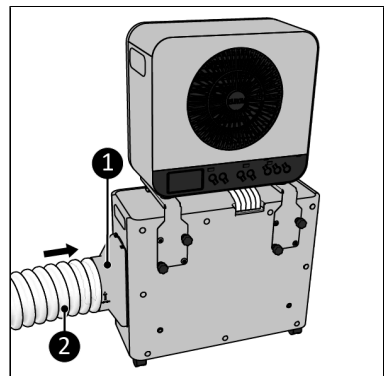

Abbildung 58.
9. Schließen Sie den Adapter (Abbildung 58, Pos. 1) an die Seite des Außengeräts (Abbildung 58, Pos. 1) an.
10. Dehnen Sie den Wärmeabluftschlauch (Abbildung 58, Pos. 2) an einem Ende leicht und schrauben Sie ihn (gegen den Uhrzeigersinn) auf den Adapter.
3. Der Adapter (Abbildung 58, Pos. 1) und der Wärmeabflussschlauch (Abbildung 58, Pos. 2) müssen seitlich am Außengerät angeschlossen werden.